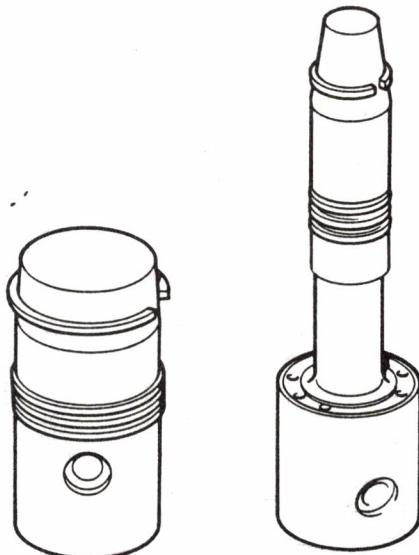

Bild 22 Kolbenring-Montage,
- Kolbenringe der 1. Druckstufe mit Kolbenringzange (1/4) montieren. Für die Montage der Kolbenringe der 2. und 3. Druckstufe Montagehülse (1/6) bzw. (1/7) verwenden. Montagehülse auf den Kolben stecken und Kolbenringe, beginnend mit dem untersten Ring, aufschieben (Bild 22).